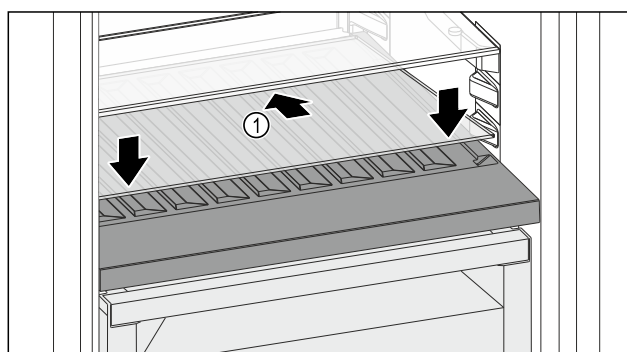

Fig. 116
- Glasplatte Fig. 116 (1) schräg und nach hinten unten geneigt ansetzen.
- Glasplatte Fig. 116 (1) vorne absenken.